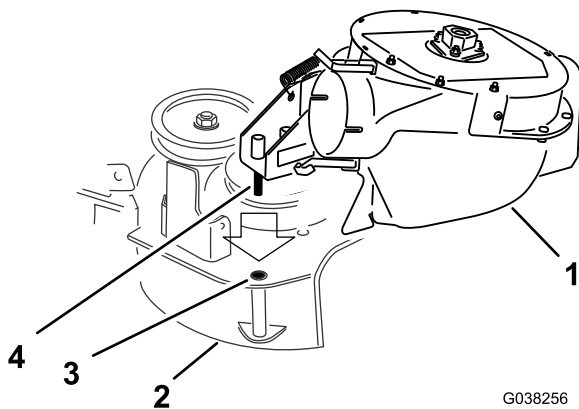

Figura 27
1. Allineate il perno girevole sul soffiatore con il relativo foro nel piatto di taglio (Figura 27).
2. Abbassate il soffiatore e fate scorrere il perno girevole nel foro del perno (Figura 27).